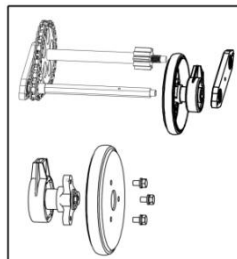

Figura 27
5. Retire os três parafusos que fixam as placas laterais da roda de fricção, mude apenas o anel de borracha. Ver Figura 27.